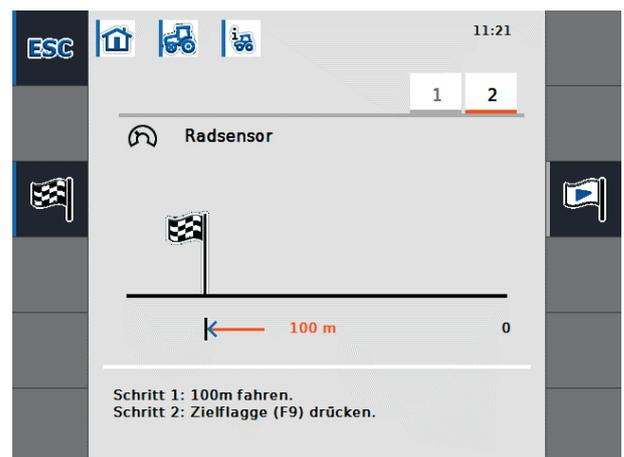

Figure 8-20: Calibrage - Cible
- Parcourir la distance de 100 mètres et appuyer sur la touche de fonction F9 "drapeau d'arrivée" (voir Figure 8-20).